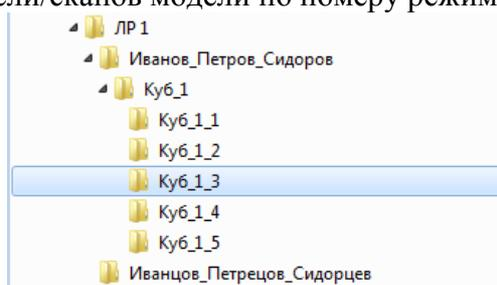
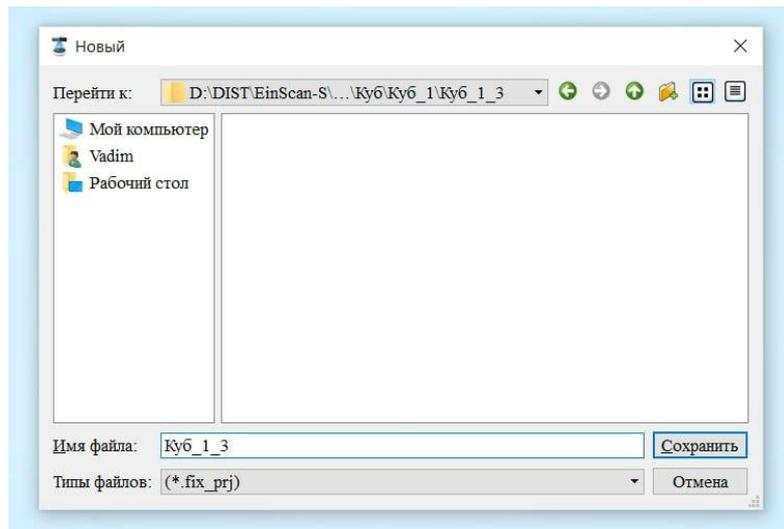

Рисунок 1.5
Рисунок 1.7
3. На внешнем носителе (флешке) создать структуру каталогов для сохранения данных сканирования – папки с номером лабораторной работы/фамилиями участников подгруппы/названия модели/сканов модели по номеру режима яркости (Рисунок 1.5).
5. Создайте новый проект для модели, например, «Куб_1_3» (Рисунок 1.5) в одноименной папке, которые создали на шаге 3. Это будет означать, что модель Куб 1 сканируется в режиме яркости 3 (Рисунок 1.7).